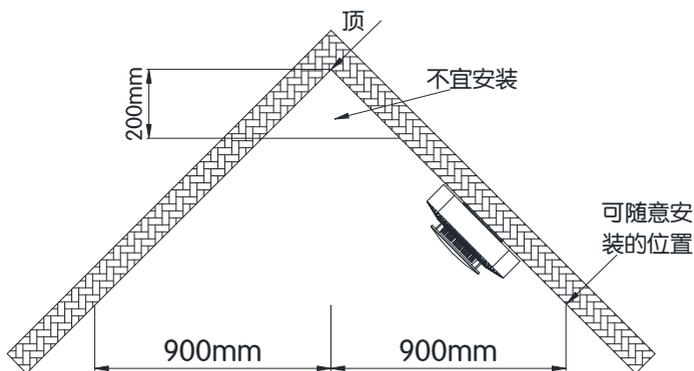

图 3 坡屋顶探测器安装位置示意图
- ③ 安装于倾斜或人形屋顶时：探测器应与屋顶保持一定的距离。当坡度小于 30 度时，距离 200mm 为宜，大于 30 度则以 300mm ~ 500mm 为宜。(如图 3 所示)